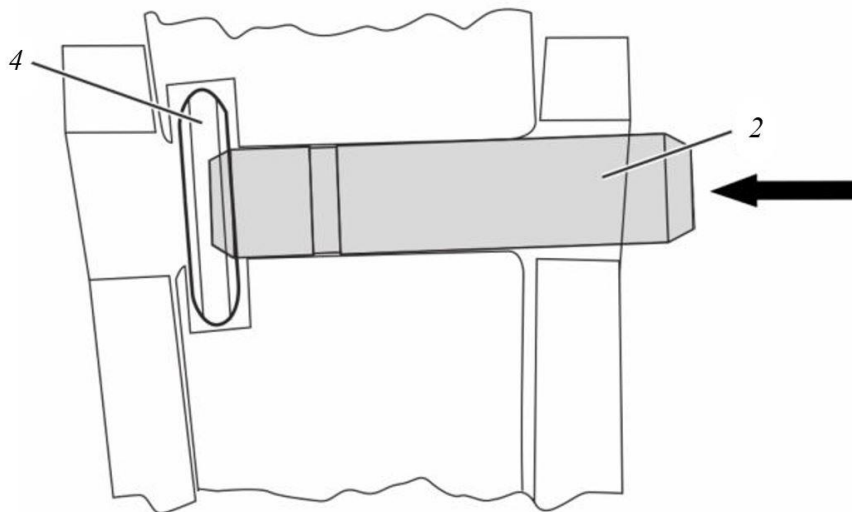

Рисунок 3.147. Установка пальца
- Вдавить палец 2 в направлении стопорного кольца 4, до момента пока конус пальца 2 не будет контактировать с кольцом 4, см. рис. 3.147.